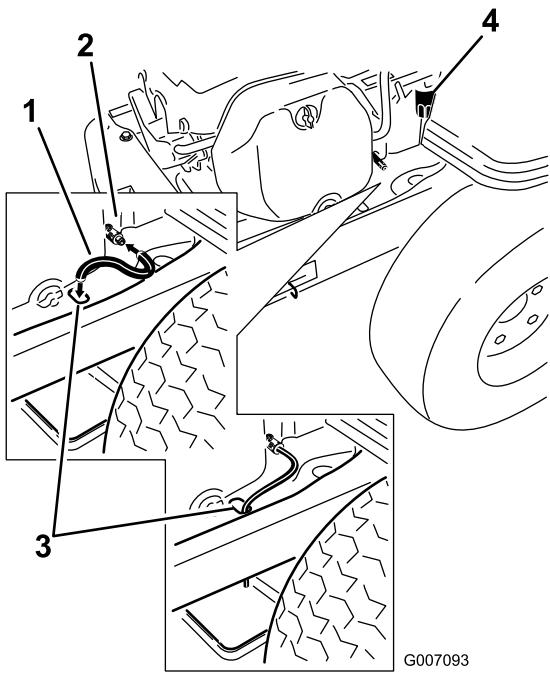

Bild 28
5. Reinigen Sie den Bereich um das Ablassventil und den Maschinenrahmen. Finden Sie den Ölablassschlauch und schieben Sie ihn auf das Ablassventil (Bild 28).